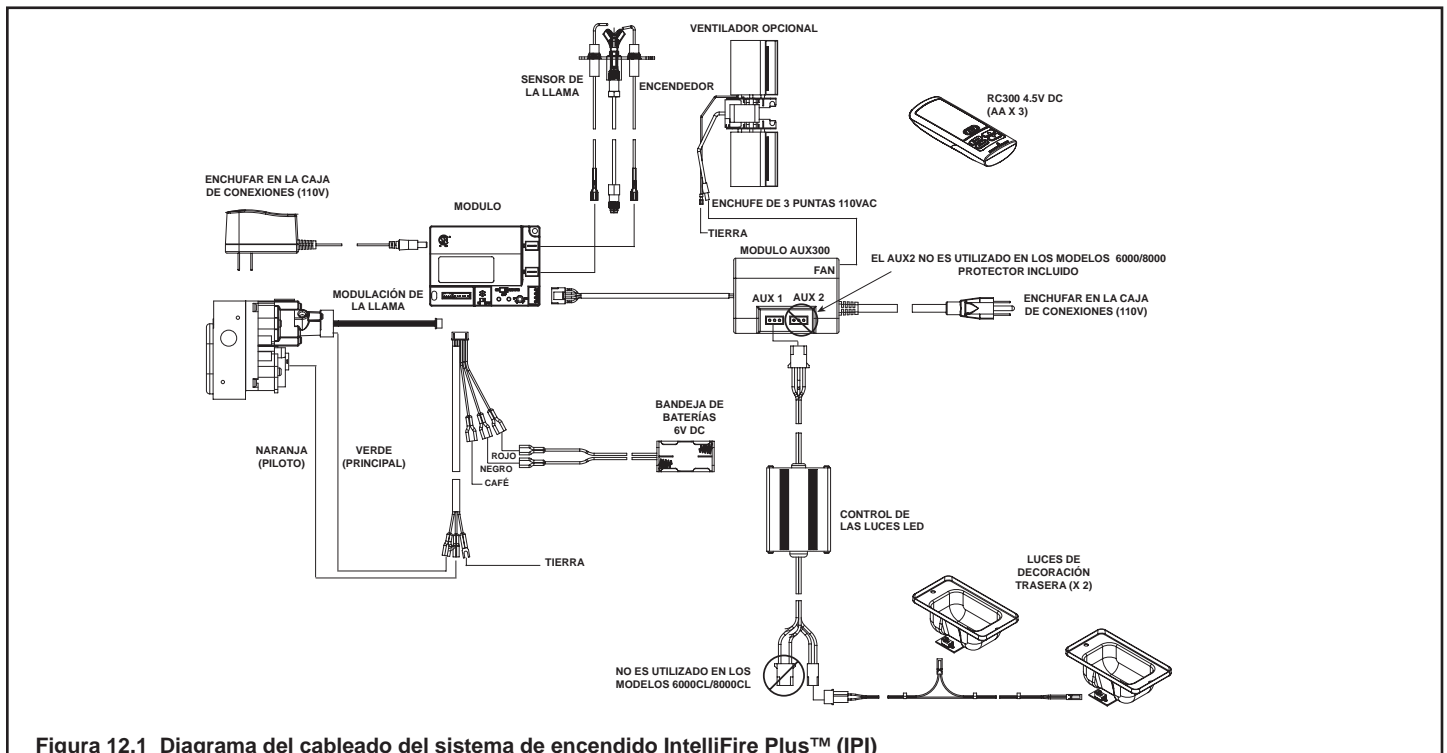

Figura 12.1 Diagrama del cableado del sistema de encendido IntelliFire Plus™ (IPI)
- Consulte la Figura 12.1, Diagrama del cableado del sistema de encendido IntelliFire Plus™ (IPI).